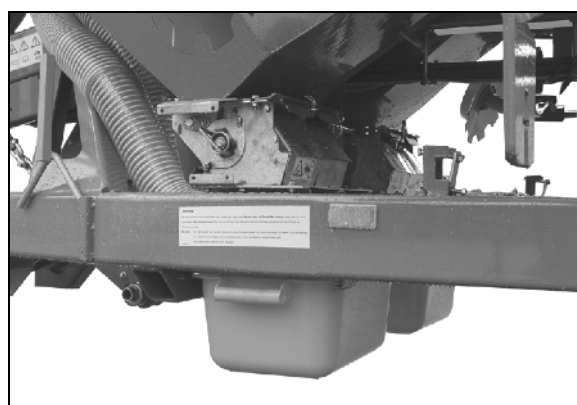

Fig. 121
6. Drej støttehjulet (Fig. 121) til venstre med prøvehåndsvinget, ligesom ved udtagning såsædsprøve, indtil doseringshjulene og doseringsenheden er helt tømt.